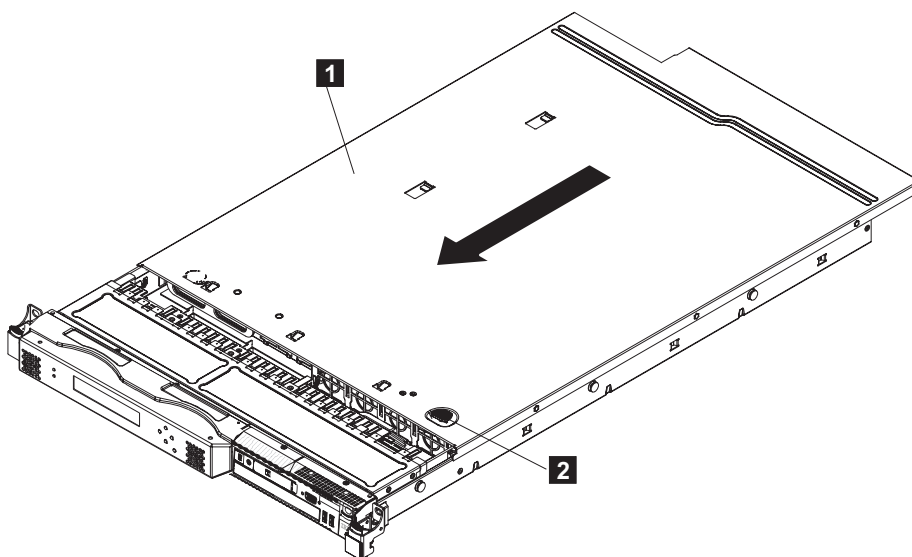

図 68. SAN ボリューム・コントローラー 2145-CG8 または 2145-CF8 カバーの交換
4. 図 68 に示すように、カバーをノードの前面に向けてスライドさせます。